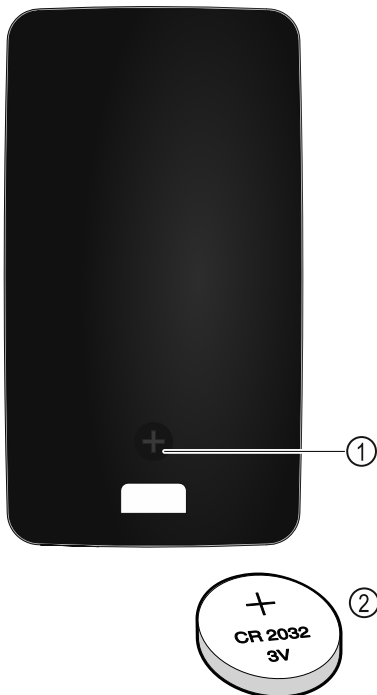

Fig. 230
A távvezérlés áramellátása egy CR 2032-es típusú, 3V-os Fig. 230 (2) elemmel történik, amely szakkereskedésekben szerezhető be.
- ▶ Csavarozza ki a csavart Fig. 230 (1) a távvezérlő hátoldalán.